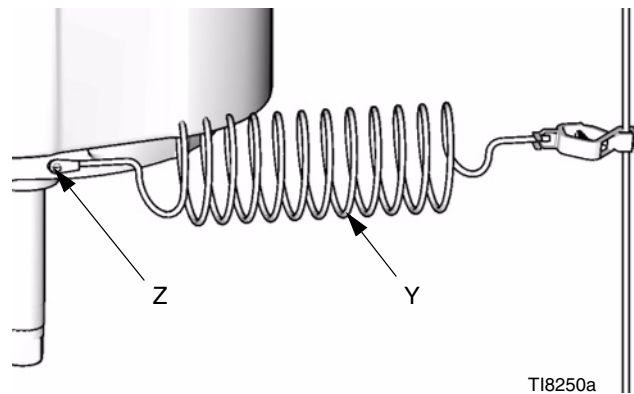

ABB. 1
Pumpe: Benutzen Sie ein Erdungskabel und eine Klemme. Entfernen Sie die grüne Schraube (Z) am Boden des Luftmotors. Stecken Sie die Schraube durch die Öse, am Ende des Erdungskabels (Y) und bringen Sie die Schraube erneut am Luftmotor an. Die Erdungsklammer mit einem guten Erdungspunkt verbinden. Siehe ABB. 1.